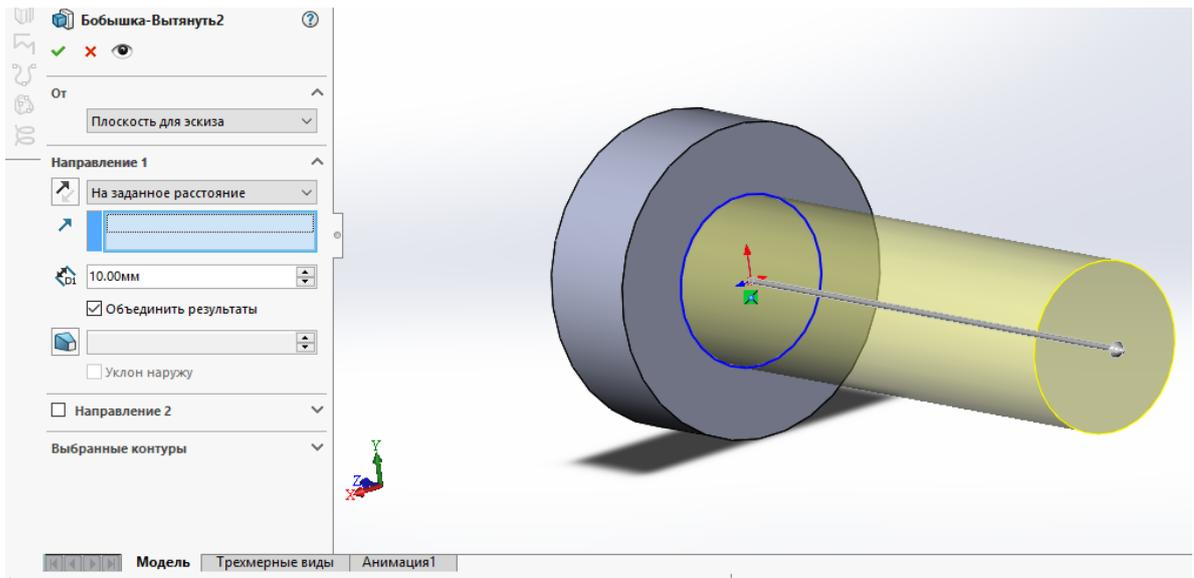

Рисунок 10 – вытягивание стержня
12. Выйти из режима эскиза, нажав на конопку «Выход из эскиза». Выбрать созданный эскиз и применить к нему операцию «Вытянутая бобышка/основание». Задать длину стержня  $l=10$  мм. Рисунок 10.